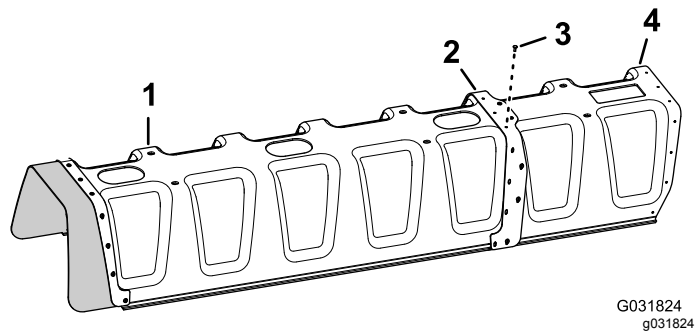

Figura 150
4. Sujete la extensión de la cubierta a la cubierta de sección de 11 boquillas (Figura 150) con 11 remaches ciegos (Pieza Toro N° 114439).